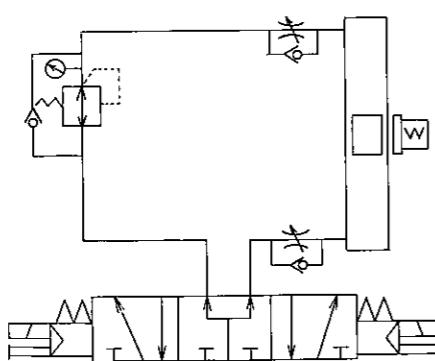

Fig.2
- Fig2のように垂直荷重が働く場合は、荷重方向にテーブルが移動しますので、チェック弁付減圧弁を上側に取付け、荷重方向の推力を小さくして荷重バランスをとつて下さい。